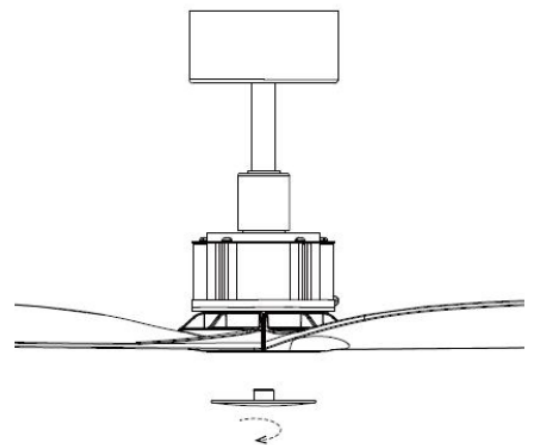

Fig. 8
- 날개를 전부 모터 모듈에 결합한 후 하단 덮개를 시계 방향으로 돌려 모터 모듈에 결합하여 줍니다. Fig. 8